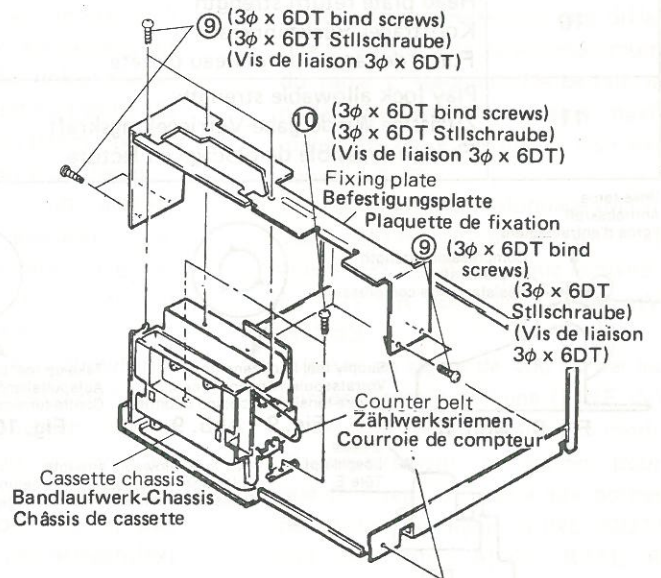

Fig. 6 Abb. 6
Remove 7 screws ⑨ to remove the fixing plate after remove the front panel, and then remove the counter belt. Next, remove 2 screws ⑩ (Fig. 6).
Retirer les 7 vis ⑨ pour retirer la plaquette de fixation après avoir retiré la plaque de façade puis retirer la courroie de compteur. Ensuite, retirer les 2 vis ⑩ (Fig. 6).